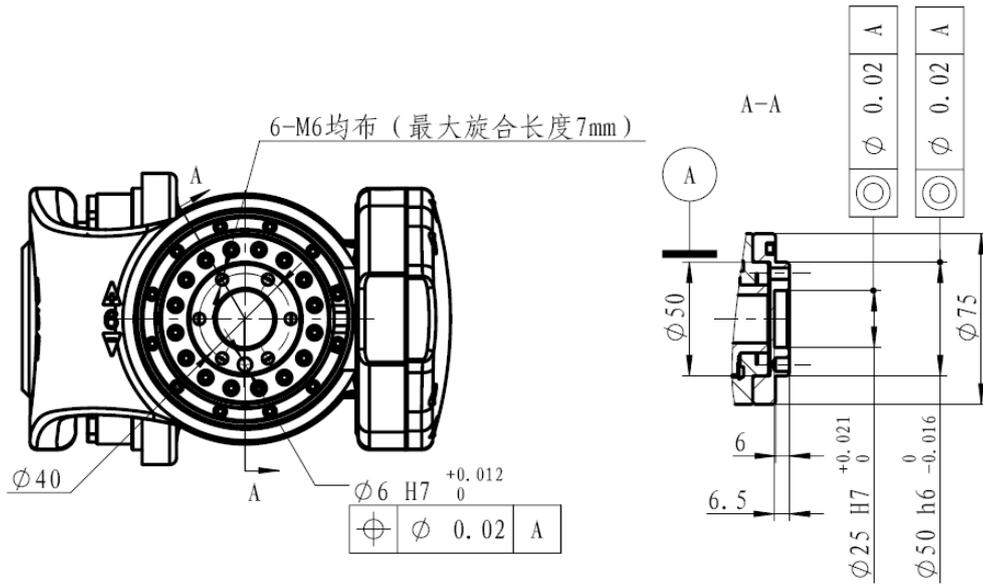
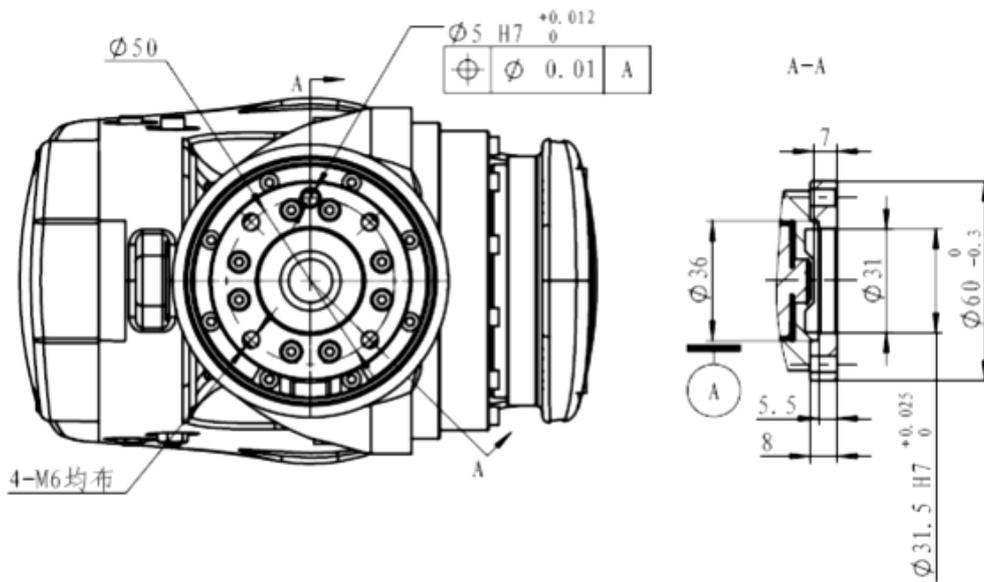
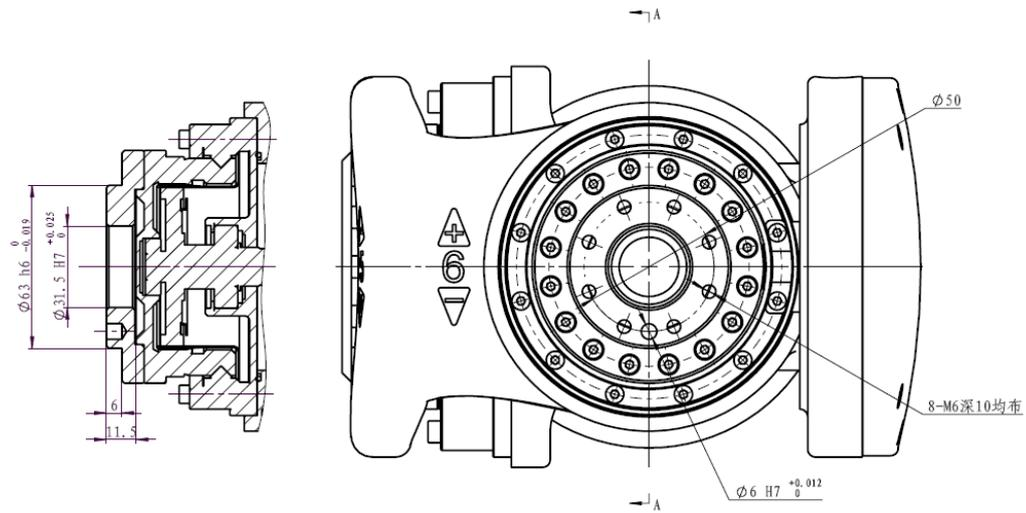

图 3-14 SR18 工具法兰安装尺寸图
图 3-15 SR18L8 工具法兰安装尺寸图
图 3-16 SR25 工具法兰安装尺寸图
4. SR18 工具法兰安装尺寸如图 3-14 所示;SR18L8 工具法兰安装尺寸如图 3-15 所示;SR25 工具法兰安装尺寸如图 3-16 所示。